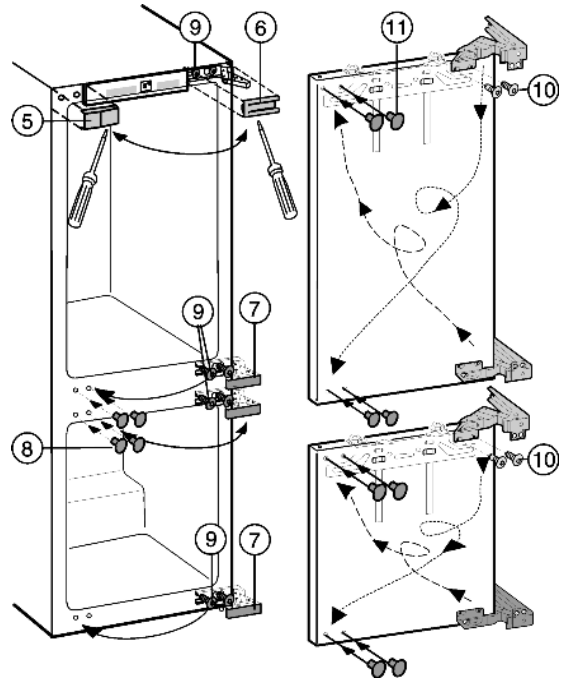

Fig. 4
- ▶ Soulever les caches Fig. 4 (5,6,7,8) avec un tournevis pour vis à fentes.
- ▶ Seulement desserrer les vis Fig. 4 (9) en haut et en bas au corps de l'appareil.
- ▶ Intervertir les vis Fig. 4 (9) sur le côté opposé et les visser provisoirement.
- ▶ Dévisser les vis Fig. 4 (10) et retourner la charnière en diagonale.
Les vis Fig. 4 (10) sont auto-taraudantes : Utiliser le tournevis à accu.
- ▶ Fermer les anciens Fig. 4 (11) trous de fixation avec les bouchons.
- ▶ Accrocher les portes dans les vis Fig. 4 (9) montées au préalable et serrer à fond les vis.
- ▶ Remettre en place tous les caches Fig. 4 (5,6,7,8).